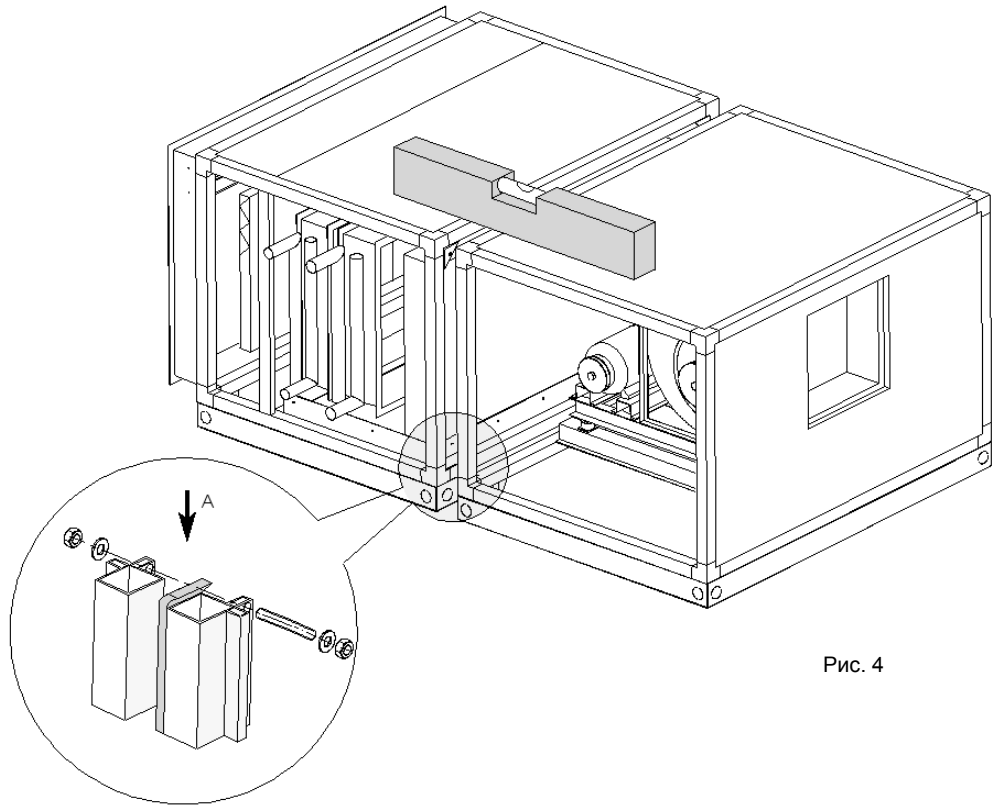

Рис. 4
1. для обеспечения соединения приблизить секции без сильных ударов, после крепления клейкой прокладки (предоставленной в принадлежностях) по всему периметру контактной поверхности (деталь Рис. 4);